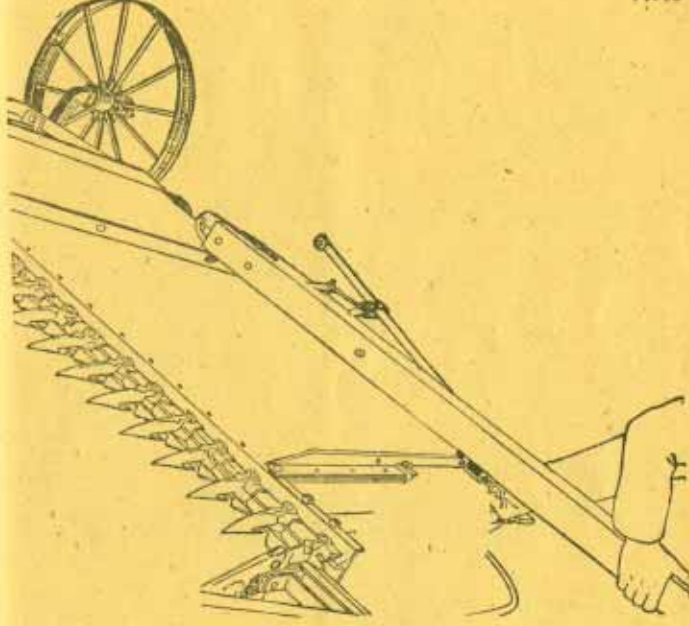

Abbildung Nr. 33
9. Das Landrad hochstellen und die Deichsel unter der Plattform mit der mittleren und äußeren Querschiebe verbinden, wie Abbildung Nr. 33 zeigt.